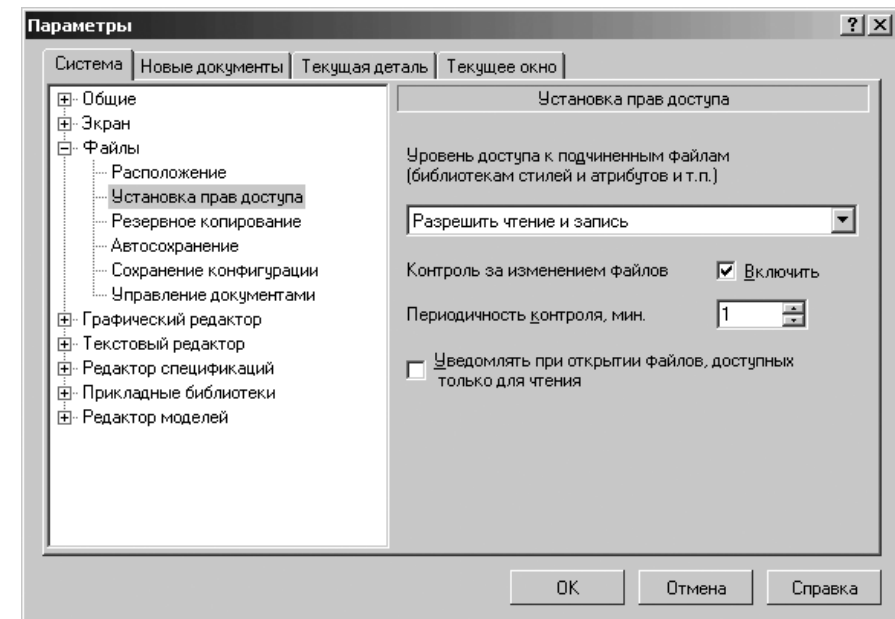

Рис. 9.11. Диалоговое окно **Параметры** с открытой вкладкой **Система** и открытой панелью **Установка прав доступа**
- щелкните по пункту **Установка прав доступа**. Откроется в правой части диалогового окна панель **Установка прав доступа** (рис. 9.11);